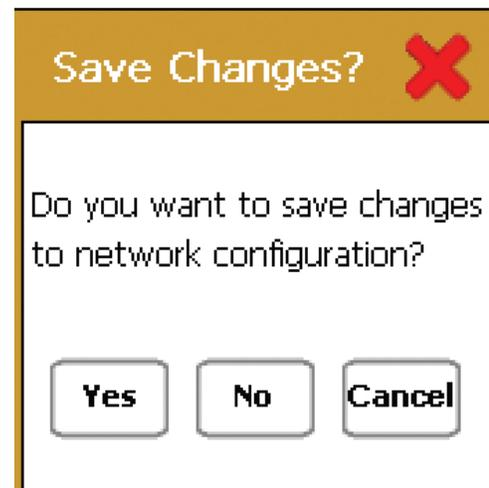

Figure 2.6 : Fenêtre d'enregistrement des changements
3. Une fois que toutes les adresses sont entrées, touchez le bouton « Exit » (quitter) montré à la figure 2.5a. Lorsque vous quittez, la fenêtre contextuelle d'avertissement présentée à la figure 2.6 s'affiche afin de confirmer les entrées numériques.